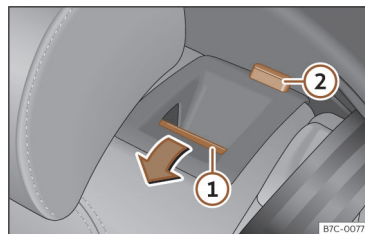

Fig. 68 Banquette arrière : rabattre le dossier.
● Appuyez sur la touche de déverrouillage >>> fig. 68 ① vers l'avant en abaissant simultanément le dossier. Le dossier arrière est déverrouillé lorsqu'un repère rouge est visible sur la touche ②.